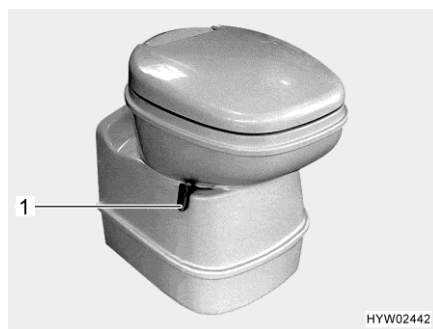
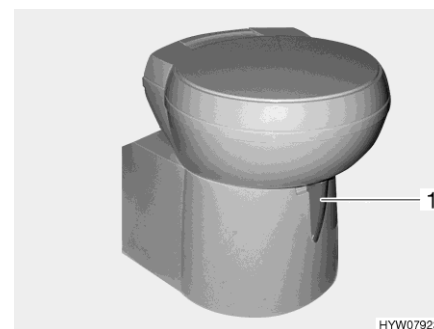

Fig. 281 Cuvette Thetford, orientable
Fig. 282 Cuvette Thetford, orientable (alternative)
- Avant d'actionner la chasse d'eau, ouvrir le curseur des toilettes Thetford. Pousser pour cela le levier du curseur (Fig. 281,1 ou Fig. 282,1) dans le sens inverse des aiguilles d'une montre.